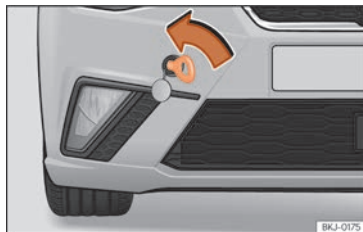

Abb. 156 Vorderer Stoßfänger rechts: Eingeschraubte Abschleppöse
- Drehen Sie die Abschleppöse **entgegen dem Uhrzeigersinn** so fest wie möglich in die Aufnahme » (Abb. 156) , » ①. Verwenden Sie ein geeignetes Hilfsmittel, um die Abschleppöse festzuziehen.